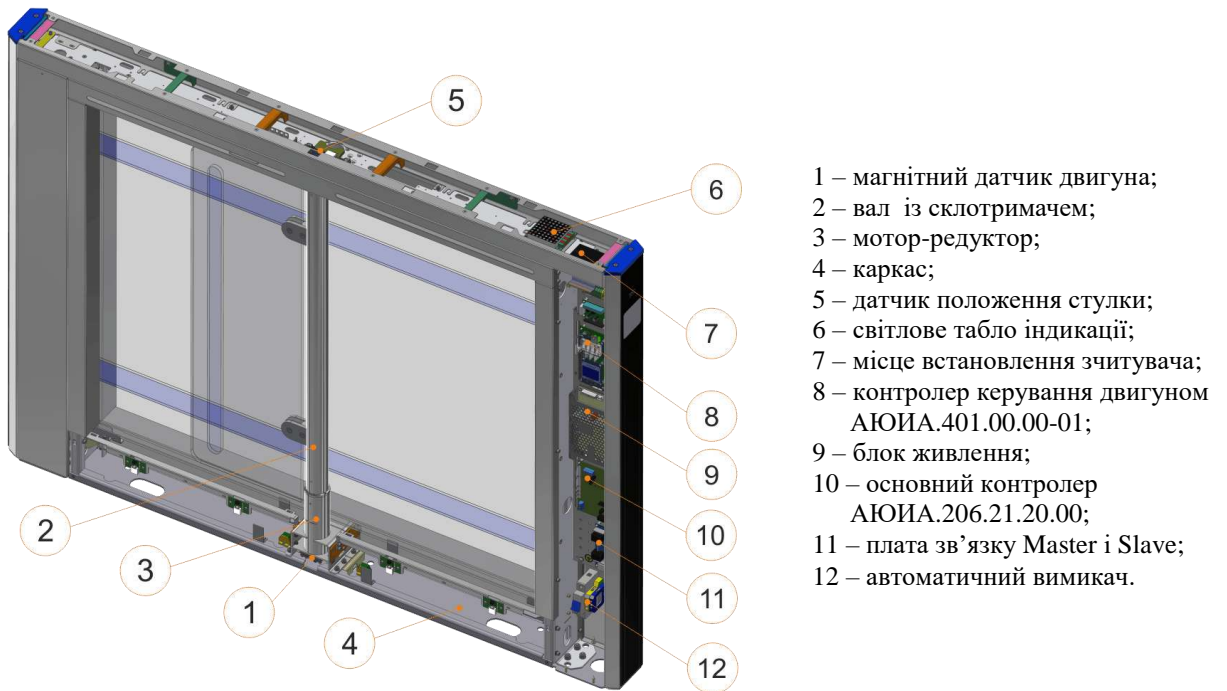

Рис.5 – Загальний вигляд та конструкція робочого механізму та панелі керування турнікету «Sweeper-S-BM-1» (Master)
Контролери АЮИА.401.00.00-01 (8) керують двигунами турнікету (див. рис.5), аналізуючи сигнали від датчиків двигуна (1) та датчика положення стулки (5), забезпечують захист двигунів від перевантажень. Контролер АЮИА.206.21.20.00 (10) аналізує інфрачервоні датчики, отримує команди керування від зовнішніх пристроїв (пульт керування, СКУД тощо), керує індикацією та формує сигнали зворотного зв'язку для СКУД. (Детальніше опис контролера турнікету викладено у розділі 1.5).